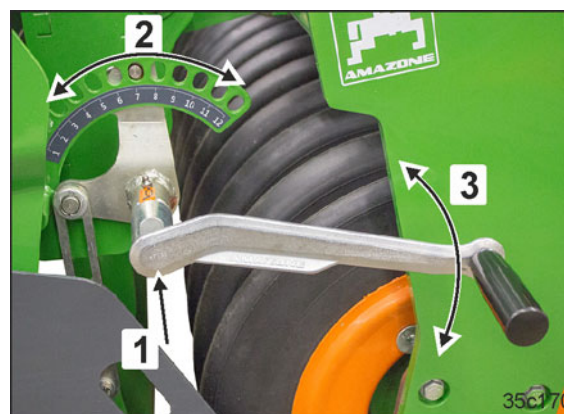

Рис. 129
1. Извлеките инструмент для техобслуживания из положения парковки (Рис. 60/1, см. стр. 80) и наденьте его на регулировочное устройство (Рис. 129/1).
Перед тем как снять блокировку, крепко возьмитесь за инструмент для техобслуживания (Рис. 129/3)!
3. Вращая (Рис. 129/2) инструмент для техобслуживания, установите нужную высоту выравнивающего бруса (Рис. 129/3).